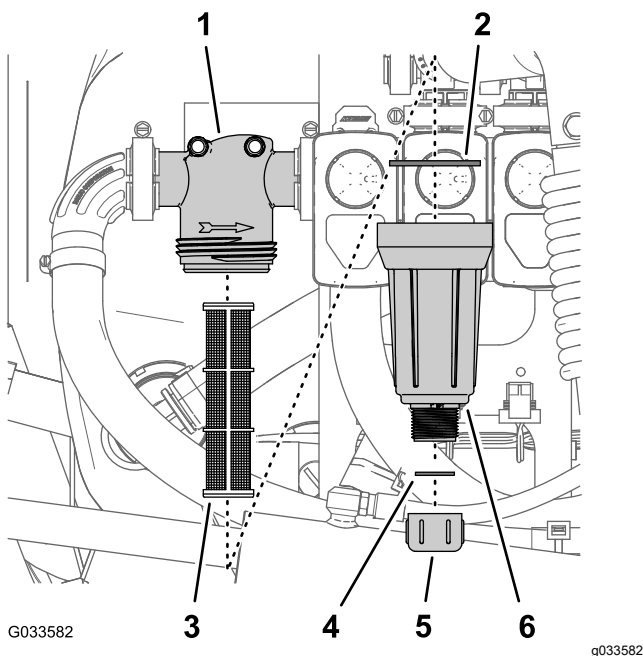

Figura 96
2. Amplasai o tavă de golire sub filtrul de presiune (Figura 96).
- Rotii capacul de golire în sens invers acelor de ceasornic i scoateți-l din vasul filtrului de presiune (Figura 96).
- Rotii vasul în sens invers acelor de ceasornic i îndepărtați capul filtrului (Figura 96).
- Îndepărtați elementul filtrului de presiune (Figura 96).
- Verificați dacă există deteriorare i uzură la nivelul garniturii pentru bușonul de golire (situat în interiorul vasului) i garniturii pentru vas (aflată în interiorul capului filtrului) (Figura 96).
- Montați un nou element de filtrare de presiune la capul filtrului (Figura 96).
- Montați vasul pe capul filtrului i strângeți-l manual (Figura 96).
- Montați capacul de golire pe fittingul din partea de jos a vasului i strângeți capacul manual (Figura 96).